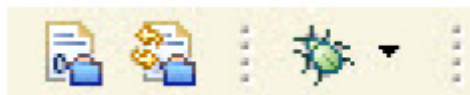

Рисунок 2.4 – Кнопки на панелі інструментів вікна проекту
1. На панелі інструментів розташовуються кнопки, про функції яких можна дізнатися таким чином: коли навести курсор на клавішу, яка вам необхідна, тоді у вікні під нею можна прочитати пояснення. Клавіші мають вигляд, показаний на рис. 2.4. Пояснення функціонального призначення кнопок зведено до таблиці 2.1.